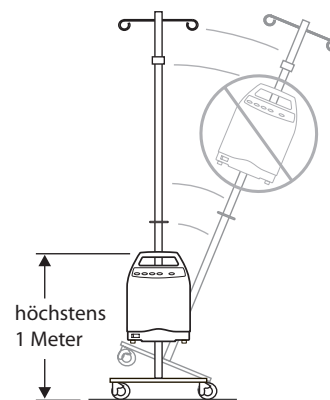

Abbildung 3 - Höchstbefestigungsgrenze für Ständer
Bei Verwendung eines I.V.-Ständers das Gerät bis zu einer maximalen Höhe von 1 Meter anbringen (siehe Abb. 3). Andernfalls können Gerät und Ständer umkippen.
3. Schlauchende in die Thermaldeckenöffnung (Abb. 3) stecken. Schlauch gut befestigen.